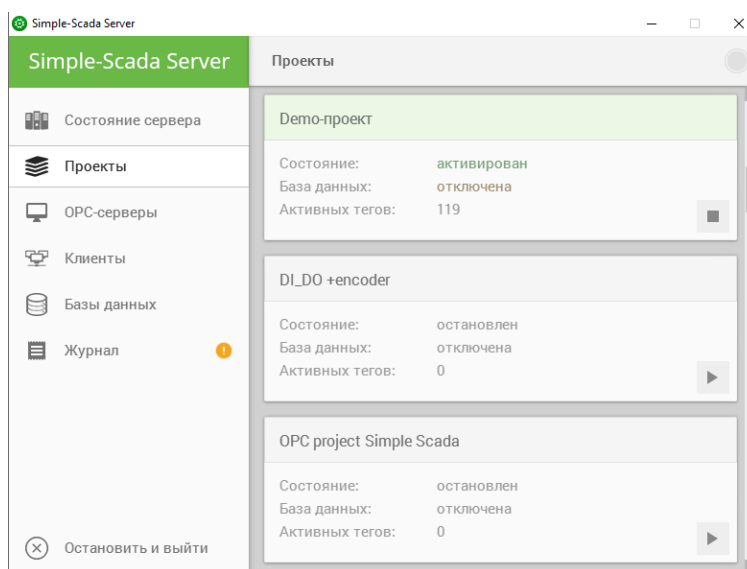

Рисунок 2.10.1 – Simple Scada Server
- Щелкните по нему для открытия сервера (рис. 2.10.1);